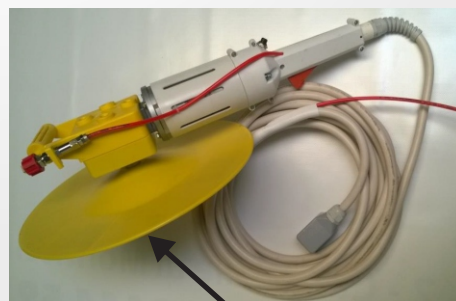

Figura 1.2 - Perigo de abrasões
- * Perigos de abrasões, conforme pode ser visto na figura 1.2.